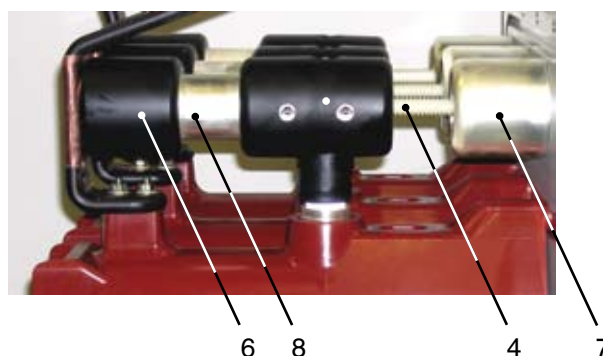

Рис. 6.2.3. Трехпозиционный разъединитель (UX0-ST) в положении «Разъединитель ВКЛ», в нижней части: полюсные трубки силового выключателя
### Трехпозиционный разъединитель скользящего типа (UX0-ST) (рис. 6.2.3)
Переключатель (рис. 6.2.3) разъединен в среднем положении. В конечных положениях - разъединитель ВКЛ и заземлитель ВКЛ - приводимый в движение изолированным шпинделем (4) контакт (скользящий элемент (8)) достигает постоянных контактов, оборудованных спиральным контактом (разъединителя (6) или заземлителя (7)).